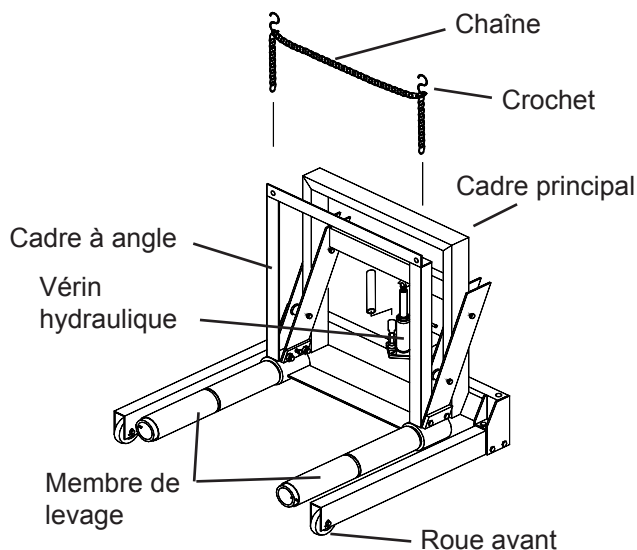

Figure 1 : Composants du chariot porte-roues 47050C
### Assemblage 47050C (voir les figures 1 et 3)
3. Afin de vous familiariser avec le fonctionnement de base du produit, placez le vérin hydraulique en position verticale comme montré aux figures 1 et 2, enclenchez la soupape de surpression avec l'encoche de la poignée, puis tournez la soupape :
5. Mettez le vérin hydraulique sur le chariot comme montré aux figures 1 et 2. Positionnez-le de manière à ce que le point d'appui s'accouple avec la forme du point de contact.